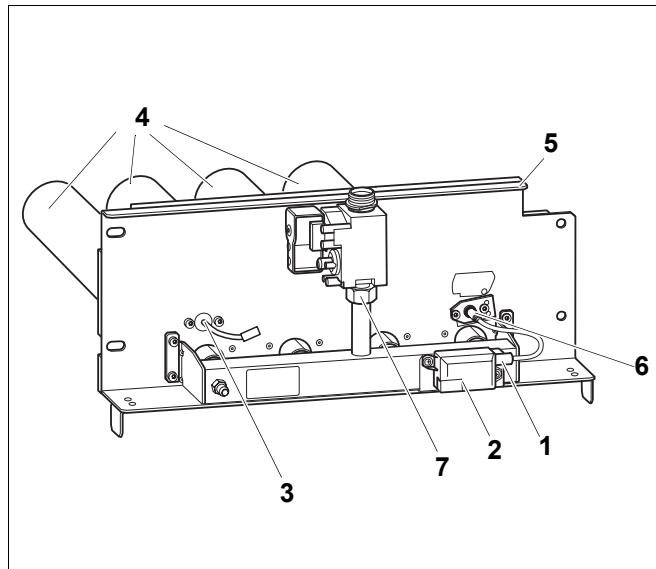

Рис. 41 Чистка горелки
- Отсоединить штекер кабеля для розжига (рис. 41, **поз. 1**) на трансформаторе розжига (рис. 41, **поз. 2**).
- Открутить оба болта на контролирующим электроде (рис. 41, **поз. 3**) и осторожно вынуть его.
- Открутить оба болта на запальном электроде (рис. 41, **поз. 6**) и осторожно вынуть его.
- Открутить резьбовое соединение газовой арматуры (рис. 41, **поз. 7**) и снять ее.
- Опустить стержни горелки (рис. 41, **поз. 4**) в воду с чистящим средством и очистить их щеткой.
Следите за тем, чтобы не намочить теплоизоляцию на щитке горелки (рис. 41, **поз. 5**) и запальный трансформатор (рис. 41, **поз. 2**). При необходимости снимите запальный трансформатор.